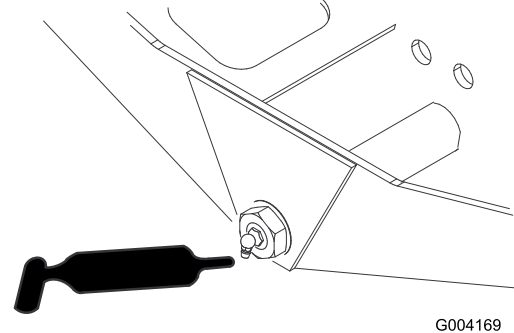

Figura 48
- Pivote de dirección (1) (Figura 48)